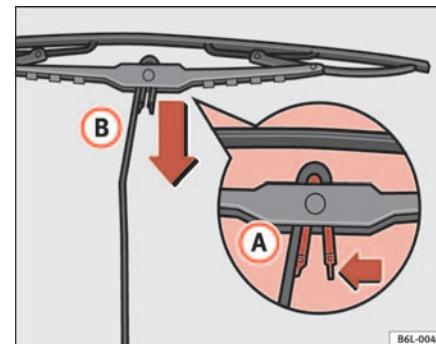

Fig. 125 Cambio de la escobilla del limpialuneta
- Oprima el resorte de seguridad en el sentido de la flecha **A** ⇒ fig. 125.